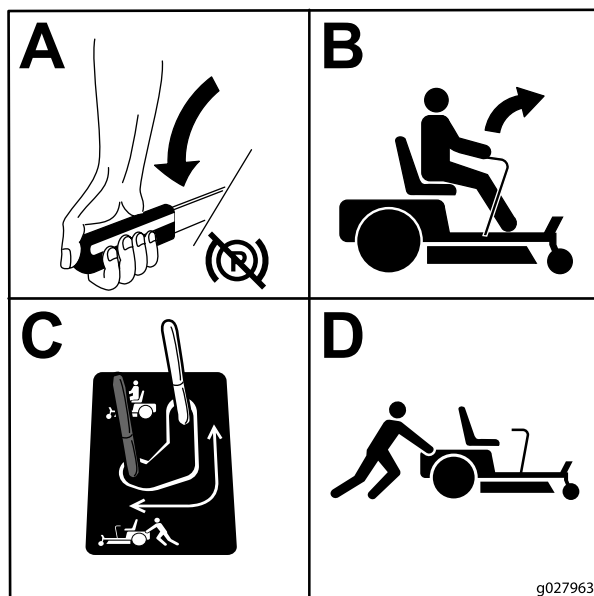

図 28
3. 図28のようにバイパスレバーを後ろに引いてロック位置にセットすると機体を牽引できるようになる。上記の作業を機体の左右それぞれについて行う。
5. 牽引後にマシンを通常状態に戻すには、バイパスレバーを前位置に戻す 図 28。